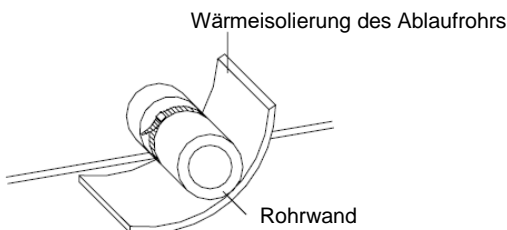

Abb. 13: Wärmeisolierung des Ablaufrohrs
- a. Das Ablaufrohr ist mit einem Gefälle von 5–10° zu installieren, um einen guten Kondensatablauf zu ermöglichen. Die Verbindungen des Ablaufrohrs müssen mit Wärmeisolierung bedeckt werden, um Kondensation am Rohr zu verhindern (siehe Abb. 13).